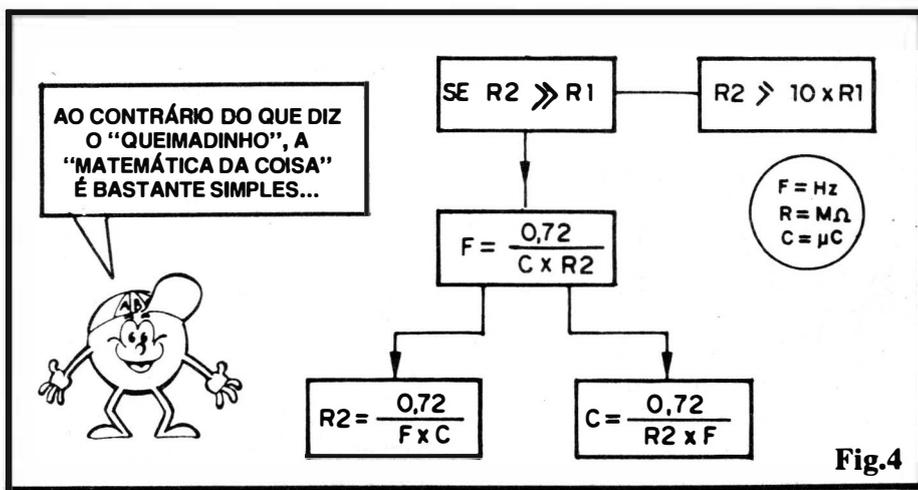

Fig.4
- FIG. 4 - AS FÓRMULAS SECUNDÁRIAS DO ASTÁVEL - Nas estruturas matemáticas mostradas em 2-A e 2-B vimos como calcular uma das "incógnitas" ou grandezas envolvidas no funcionamento do ASTÁVEL, ou seja: a FREQUÊNCIA (desde que previamente conhecido os valores de R e de C...). Na prática, con-
fosse num dispositivo de PRECISÃO, esse diferencial seria inaceitável... É possível, contudo - de maneira simples e direta - "interferir" levemente com a Frequência, de modo a "sintonizá-la" ou "acertá-la" com grande precisão, justamente usando o tal pino da Tensão de Controle (5), aplicando-lhe um nível de "voltagem" externo ajustado com "detalhes" através de um potenciômetro ou trim-pot! Com a estrutura mostrada na fig. 6, anexada ao esquema básico da fig. 5 (no caso, aquele capacitor de 10n ao tal pino 5 pode ser desprezado...), um cuidadoso ajuste no trim-pot de 100K, "ensanduichado" entre os dois resistores de 33K (respectivamente ao positivo e ao negativo das linhas de alimentação...) permitirá, após algumas tentativas e "conferências", fazer com que o ASTÁVEL gere **exatamente** 60 pulsos luminosos em 1 minuto (usem o relógio, para conferir...), determinando o que se chama de "ajuste fino" da Frequência, levando sua precisão a níveis bem mais aceitáveis para aplicações que - eventualmente - demandem tal exatidão! Já deve ter ficado claro ao Leitor/"Aluno" atento e aplicado (em vista das "Lições" dadas sobre a estrutura interna do 555 - vejam também a "Aula" anterior), a razão dessa modificação da Frequência básica, através da Tensão de Controle externamente aplicada, que altera a referência oferecida à Entrada Inversora de um dos Amp.Ops. comparadores contidos no interior do 555, modificando assim o "momento" em que o dito cujo reconhecerá um nível suficiente para promover a transição do flip-flop intrínseco (revejam a fig. 4 e texto anexo, referente à "Lição" Teórica da "Aula" nº 17 do ABC...).